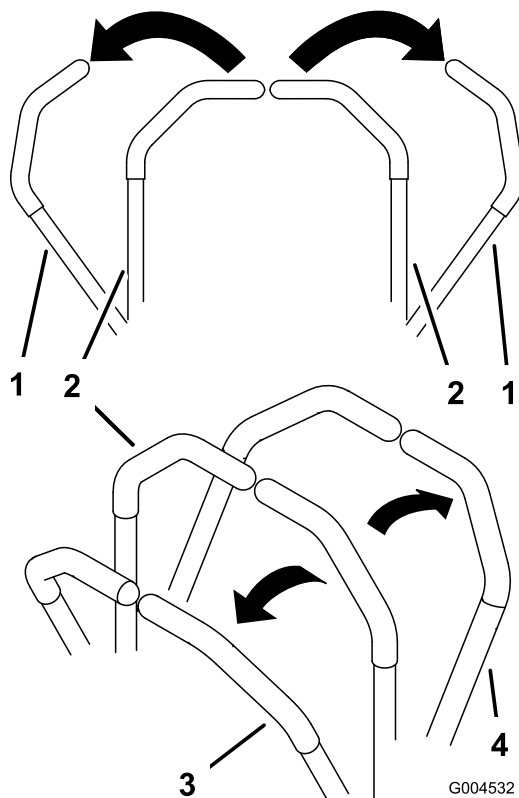

Figure 13
2. Pour vous déplacer en marche avant, poussez doucement les leviers de commande de déplacement vers l'avant (Figure 13).
Pour vous déplacer en ligne droite, appliquez une pression égale sur les deux leviers de déplacement (Figure 13).
Pour tourner, relâchez le levier de commande correspondant à la direction que vous voulez prendre (Figure 13).
2. Pour vous déplacer en marche arrière, tirez doucement les leviers en arrière (Figure 13).